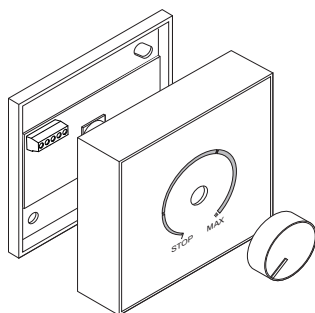

Fig. 1
2. Séparer le dispositif de la plaque de montage (fig. 1).
1. Retirer le corps des touches de la plaque de montage (fig. 1).